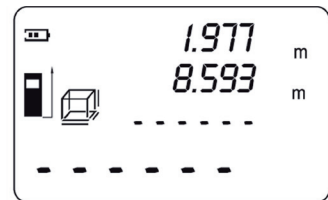

Abb. 13
6. Die Read-Taste erneut betätigen, um die Breite in der zweiten Zeile des Displays anzuzeigen. Die Zeile für die Höhe im -Symbol beginnt zu blinken (Abb. 13).